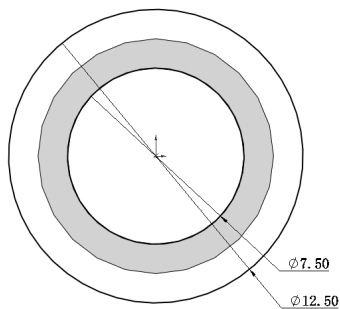

图 4-22 绘制草图
**05** 绘制草图。单击“草图”控制面板中的“圆”按钮，在上步的拉伸体圆心处绘制直径为 7.50mm 和 12.50mm 的圆，如图 4-22 所示。